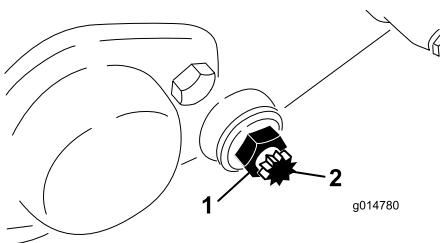

図 54
3. ベッドバー・ボルト（図 54）を固定しているジャムナット（機体両側）をゆるめる。
4. 各ベッド・バー・ボルトを抜いてベッド・バーを下に引き抜いて外す。ベッド・バーの両端にナイロン・ワッシャとスチール・ワッシャが2枚ずつあるので注意する（図 54）。